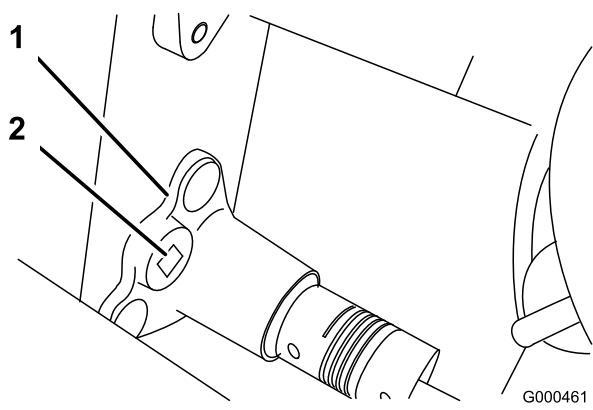

図 43
- B.  $3/8$  インチのトルクレンチでベアリング・ハウジングを $35 \sim 40$  in. lb. ( $4 \sim 4.5$  N·m= $0.4 \sim 0.46$  kg·m) のトルクで回転させてベルトを張る(図 43)。